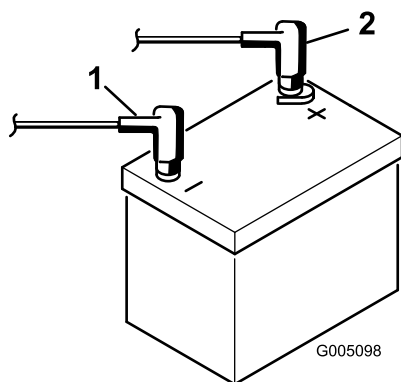

图 8
9. 使用螺栓和螺母将正极红色接线连接到正极 + 电池端子负极黑色接线连接到负极 - 电池端子图 8。将橡皮套滑动到正极电池端子上防止可能发生的短路情况。